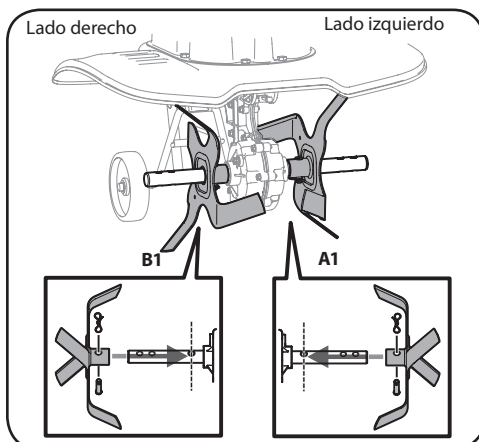

Figura 3-1
- Use dos pasadores de horquilla de la bolsa del manual. Desde el FRENTE de la cultivadora, instale los dientes de lado izquierdo interiores (A1) en el lado izquierdo interior del eje. Instale los dientes de lado derecho interiores (B1) en el lado derecho interior del eje. Consulte la Figura 3-1.